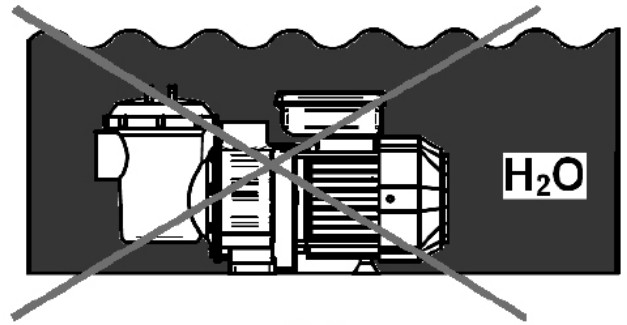

Fig. 4
- 2) Neumisťujte čerpadlo do míst, kde může dojít k jeho zaplavení (Fig. 4)